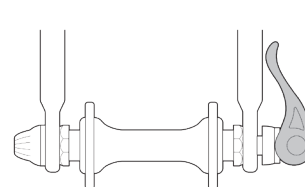

fig. 11a
2. Jeśli rower jest wyposażony w mocowanie koła z zaciskiem mimośrodowym (szybkoszamykacz), zmień położenie uchwyty zacisku z pozycji zablokowanej lub ZAMKNIĘTEJ (CLOSED) do pozycji OTWARTEJ (OPEN) (rys. 11a i 11b). Następnie przejdź do kroku 4.
- (a) W systemach z mocowaniem przedniego koła z zaciskiem mimośrodowym (szybkozamykaczem), przesunij uchwyt zacisku do góry i przekręć go do pozycji ZAMKNIĘTEJ (CLOSED) (rys. 11a). W tym momencie uchwyt powinien znajdować się równolegle do goleni widelca i być skierowany w stronę koła. Aby zastosować wystarczającą siłę zaciskania, należy złapać gołe widelca w celu podparcia, a dźwignia powinna pozostać na dłoni wyraźny ślad.
6. W systemach z mocowaniem przedniego koła z zaciskiem mimośrodowym (szybkozamykaczem), przesunąć uchwyt zacisku do góry i przekręć go do pozycji ZAMKNIĘTEJ (CLOSED) (rys. 11a). W tym momencie uchwyt powinien znajdować się równolegle do wspornika siodła lub łańcucha i być zagięty w stronę koła (rys 13). Aby zastosować wystarczającą siłę zaciskania, należy złapać gołę widelca w celu podparcia, a dźwignia powinna pozostać na dłoni wyraźny ślad.